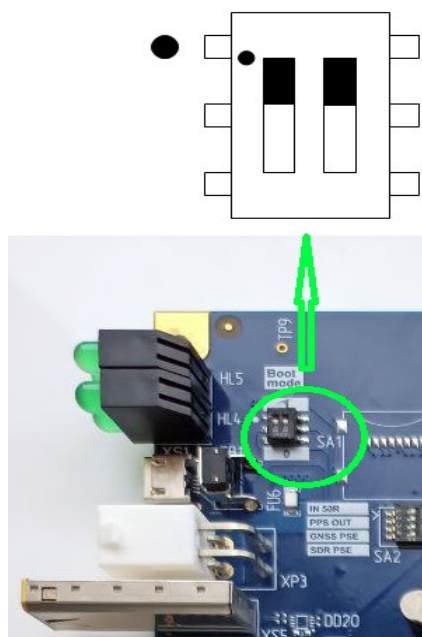

Рисунок 1
- переключить джампер «SA1» в положение загрузки с SD-карты согласно рис. 1;